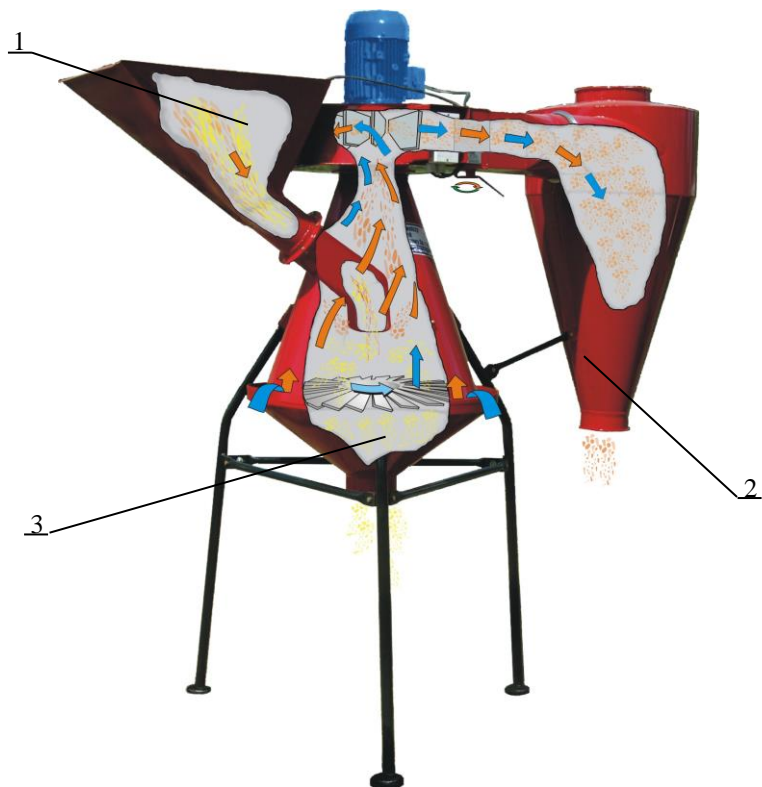

Rys. 1 Budowa separatora
Separator M 502 (rys.1) przeznaczony jest do oczyszczania ziarna zbóż, nasion roślin strączkowych z zanieczyszczeń lżejszych od materiału czyszczonego. Takie oczyszczanie zalecane jest przed magazynowaniem w silosach. Separator nie nadaje się do oczyszczania ziarna siewnego.
Napęd separatora stanowi silnik elektryczny (1) - patrz Rys.1 zamontowany do wentylatora transportowego (2), umieszczonego na komorze czyszczącej (5). Sterowanie pracą separatora odbywa się poprzez wyłącznik (10). Silnik zasilany jest z sieci elektrycznej poprzez przewód zasilający z wtyczką (4). W celu ochrony przed skutkami zwarć i przeciążeń zastosowano wyłącznik samoczynny. Jeśli nastąpi zwarcie lub przeciążenie silnika zostanie on automatycznie wyłączony. W przypadku zadziałania wyłącznika należy postępować według instrukcji – **patrz pkt. 8.2**
Separator do ziarna M 502 można zakupić bezpośrednio u producenta wyrobu POM w Augustowie Sp. z o.o. lub w punktach sprzedaży maszyn rolniczych. Separator dostarczany jest do klienta w stanie częściowo zdemontowanym. Montażu poszczególnych zespołów maszyny użytkownik dokonuje samodzielnie zgodnie z **rys. 1 katalogu części** według poniższych zaleceń: